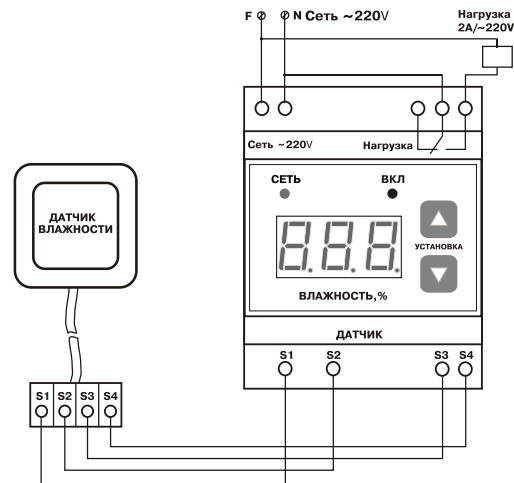

Рис.2 Схема подключения регулятора
***Необходимо строго следить за соответствием подключения датчика влажности схеме подключения Рис.2! Если при включении регулятора на индикаторе отображаются надпись Ert или Egh, значит датчик не подключен или провода от датчик подключены неверно, что может привести к выходу из строя регулятора.***